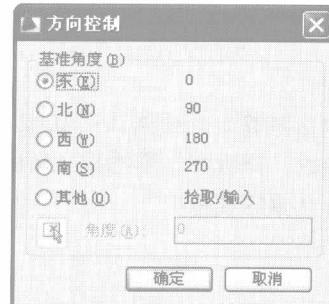

图 1-2 “方向控制”对话框
(3) 【方向】按钮：单击该按钮，系统将弹出“方向控制”对话框，如图 1-2 所示。可